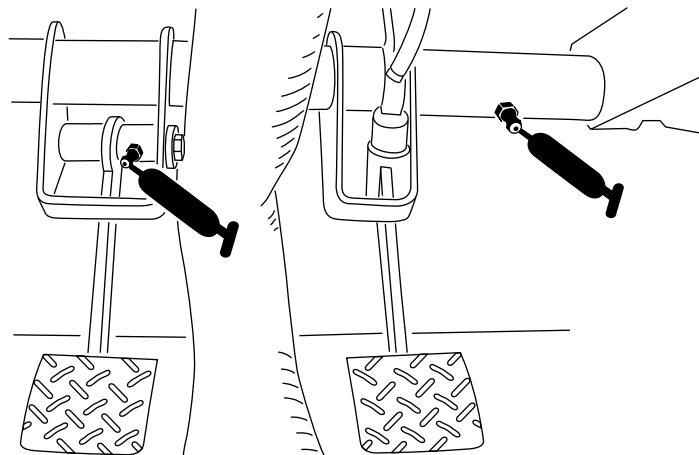

Figure 38
- Embrayage (1) et frein (1) (Figure 38)